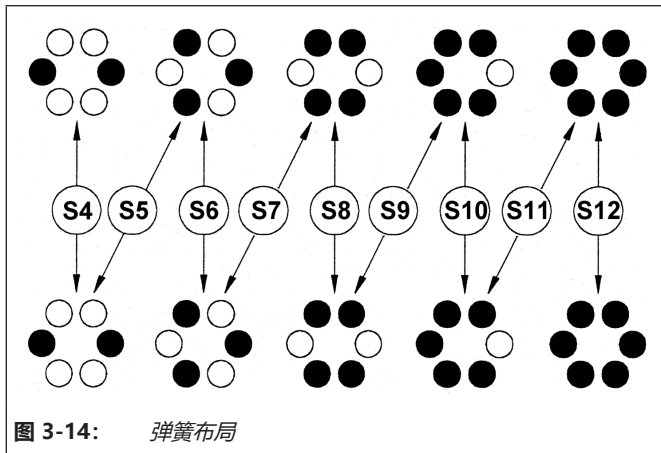
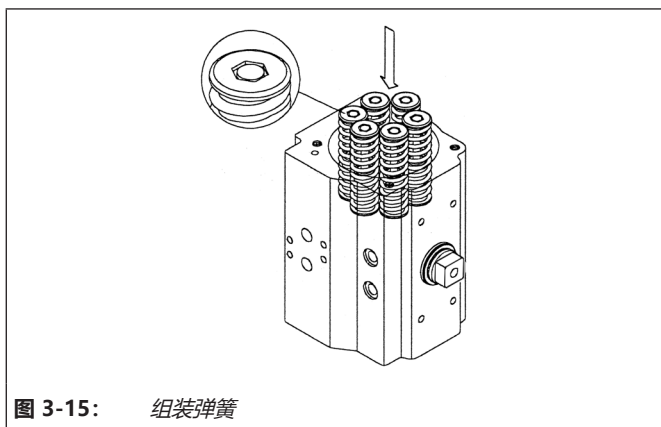
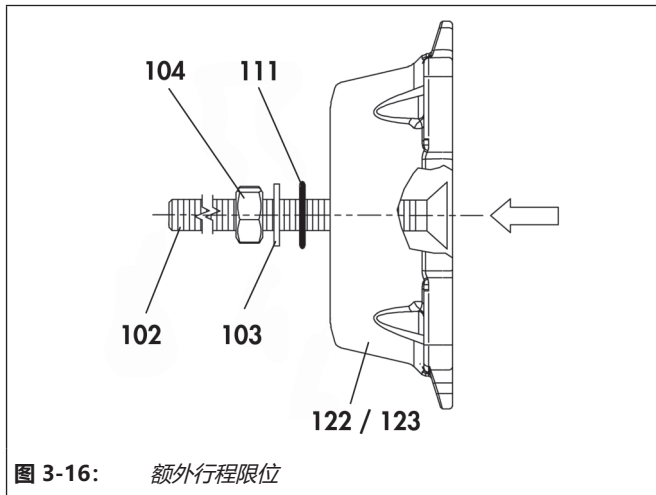

图 3-14: 弹簧布局
图 3-15: 组装弹簧
图 3-16: 额外行程限位
(请参见图 3-5、图 3-14、图 3-15、图 3-16 和图 3-17)
- ⇒ 对于单作用执行机构，根据相应数据表中的表，将正确数量的弹簧座插入端盖，请参见图 3-14 和图 3-15。
- ⇒ 将调节螺钉 (102) 拧入端盖 (122 和 123)。
- ⇒ 对齐端盖表面上的螺钉头，请参见图 3-16。
- ⇒ 定位密封件 (111)。
- ⇒ 装配垫圈 (103)。
- ⇒ 拧上锁紧螺母 (104)。